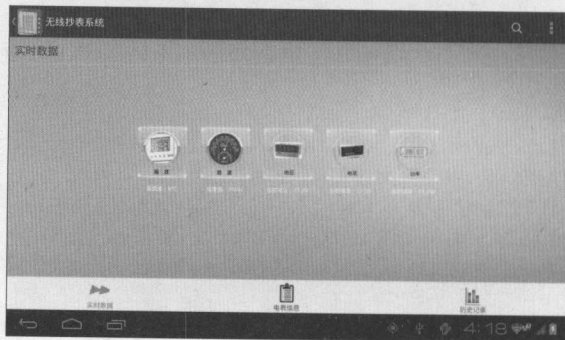

图 4.56 无线抄表系统实时数据显示
(1) 根据实际硬件平台修改代码中传感器节点的 IEEE 地址及智云 ID/KEY。
(2) 编译 SmartMeter 工程, 并安装应用程序到 Android 开发平台或 Android 终端内。
(3) 设置 Android 终端设备接入到互联网或者与智云 Android 开发平台设备在同一个局域网内。进入无线抄表系统主界面, 在主界面弹出 “连接网关成功” 消息后即表示连接到智云服务中心。
(4) 连接网关成功后会显示当前传感器采集到的实时数据, 如图 4.56 所示。